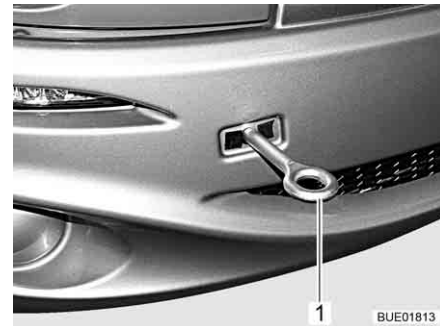

Bild 49 Abschleppöse, montiert
- Abschleppöse (Bild 49,1) gemäß den Anweisungen in der Betriebsanleitung des Basisfahrzeugs montieren.